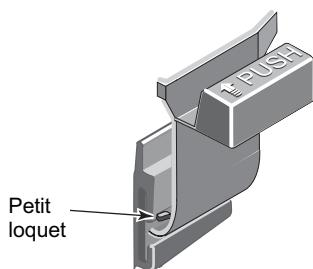

Figure 7 – Verrou de sécurité
VERROU DE SÉCURITÉ (voir la Figure 7)
1. Appuyer sur le petit loquet qui se trouve derrière le verrou de sécurité et chasser le verrou ou taper dessus pour le sortir de l'encoche en «tête» du réservoir (voir la Figure 7).